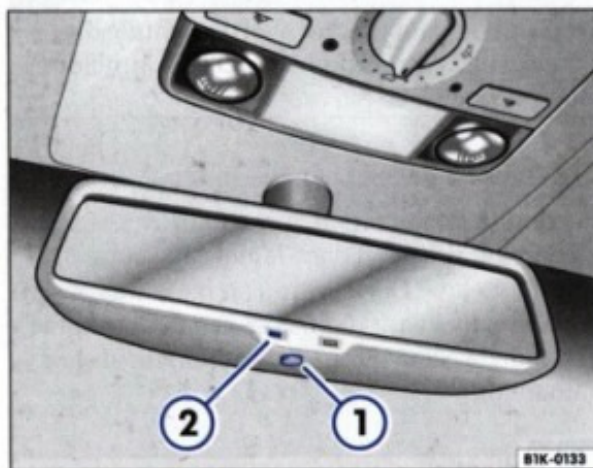

Fig. 49 Oglinda interioară cu reglare automată antiiorbire
Reglarea automată antiiorbire se acționează de la comutatorul din oglinda interioară ⇒ fig. 49 ①. Când reglarea automată antiiorbire este dezactivată, se aprinde lampa de control ②. ◀